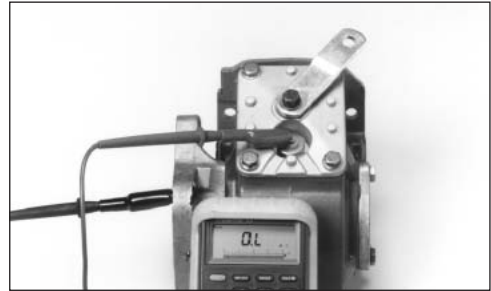

Abb. 23
2. Mit der anderen Sonde die Schaltabdeckung oder das Schaltgehäuse berühren (**Abb. 23**).